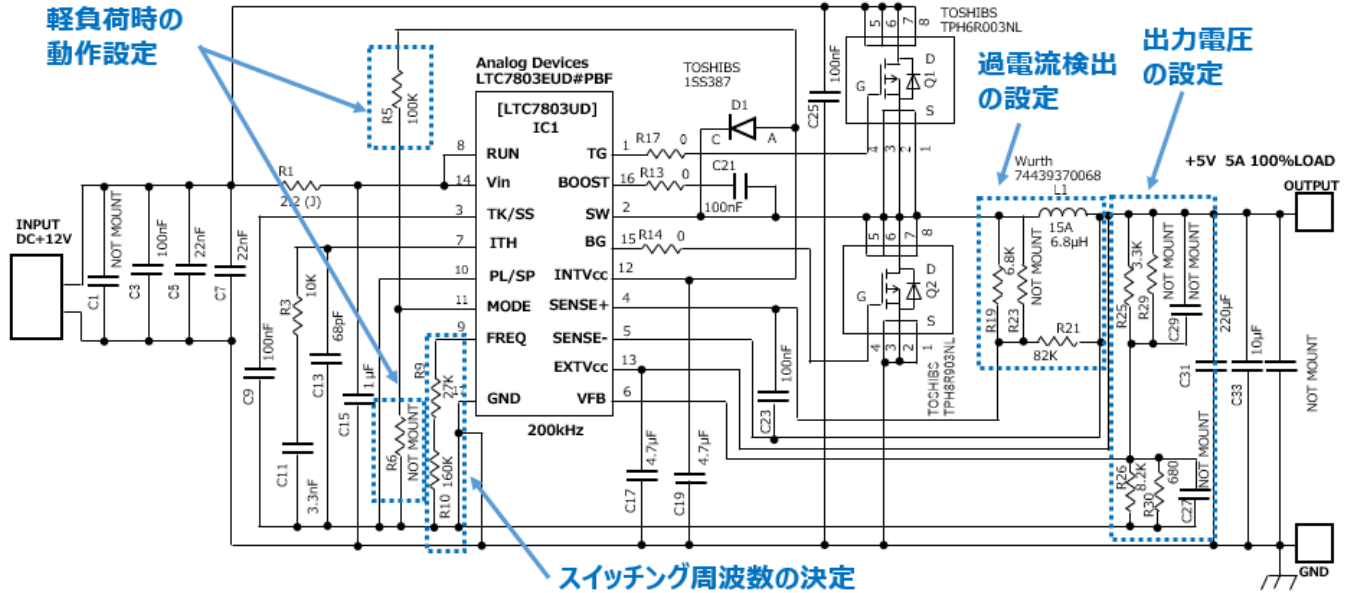

図 3.1 5V/5A ①100%負荷効率優先回路
②50 %負荷効率優先
③小型化優先
1.05	10	①100 %負荷効率優先
本電源の基本的な設計項目に関して説明します。24通りのパターンがありますが、全てのパターンにおいて同じコントローラを使用しているため、5V/5A ①100%負荷効率優先の回路を代表にして説明します。図3.1に回路を示します。尚、コントローラ周辺の詳細設計に関しては、Analog Devices社製LTC7803のデータシート、並びに関連書類を参照してください。